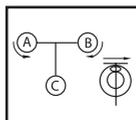

Fig.6
- Centrare la bolla circolare nella fiala (7) ruotando le viti del piede (12) (Fig. 6)